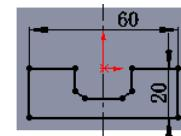

图 16.2.11 横断面草图
② 定义横断面草图。在草图环境中绘制图 16.2.11 所示的横断面草图。
(3) 定义切除深度属性。在“切除—拉伸”对话框 **方向 1** 区域的 **下拉列表** 中选择 **给定深度** 选项，在 **D1** 中输入深度值 5.0，其他选择默认设置值。
(4) 单击对话框中的 **确定** 按钮，完成切除—拉伸 1 的创建。